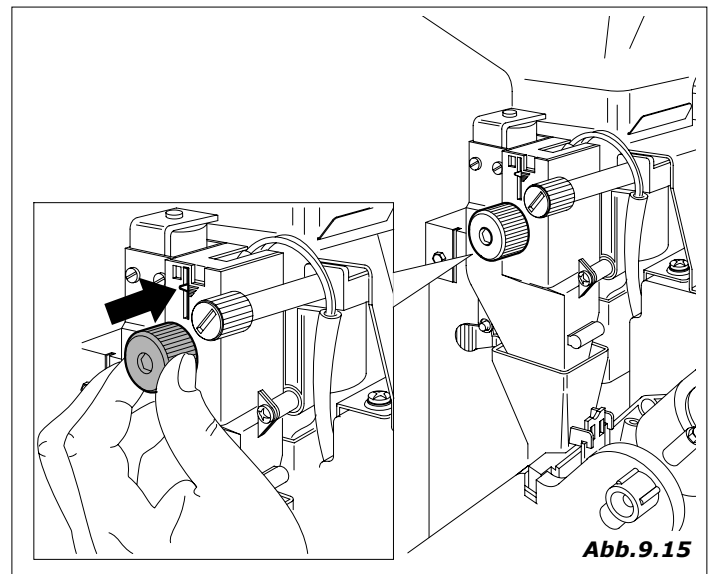

Abb.9.15
- Abwiegen des gemahlenen Kaffees. Die Menge durch Betätigung des Drehgriffs auf der Dosiervorrichtung einstellen (Abb.9.15). Jede Stufe des Drehgriffes entspricht einem Wert von 0,05 g. Durch Drehen im Uhrzeigersinn wird die Menge verringert. Durch Drehen entgegen dem Uhrzeigersinn wird die Menge erhöht. Die Veränderung der Produktmenge kann über die Bezugskennzeichnungen auf der Dosiervorrichtung überprüft werden (Siehe Abb. 9.15). Die Kaffeescheibe muß normalerweise kompakt und leicht feucht sein.